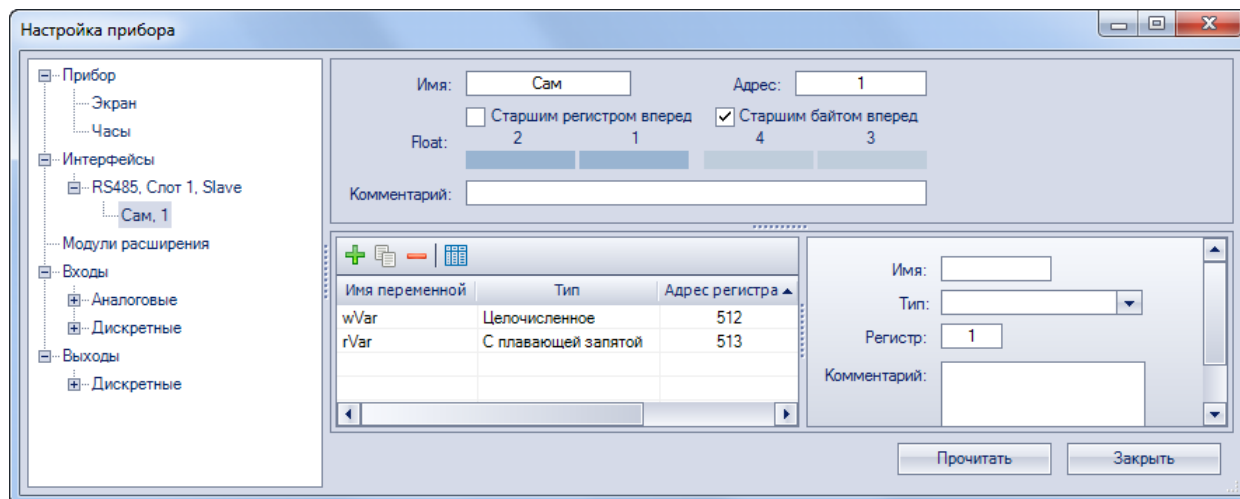

Рисунок 5.6.2 – Настройки сетевых переменных
- Адрес в сети** – укажите адрес **1** (в соответствии с рис. 5.6.2);